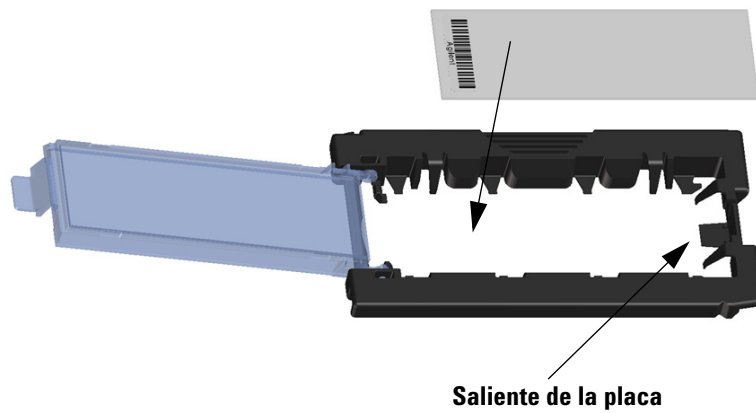

Figura 39 Insertar la placa en el portaplacas
- c** Coloque con cuidado el extremo de la placa sin la etiqueta del código de barra sobre el saliente de la placa. Consulte Figura 39.